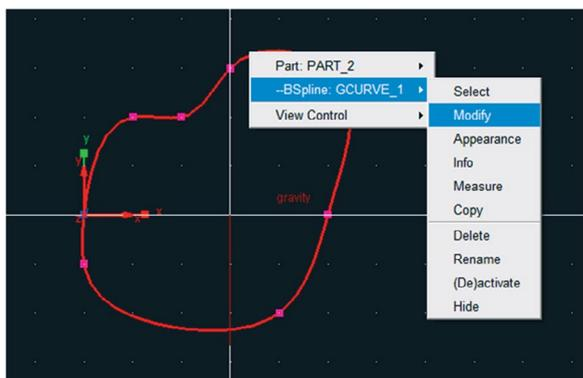

Figura 3.33 – Modificando a *Spline*.
- Selecione a *Spline* construída, nesse caso, *BSpline: GCURVE_1* → *modify*, conforme a Figura 3.33.